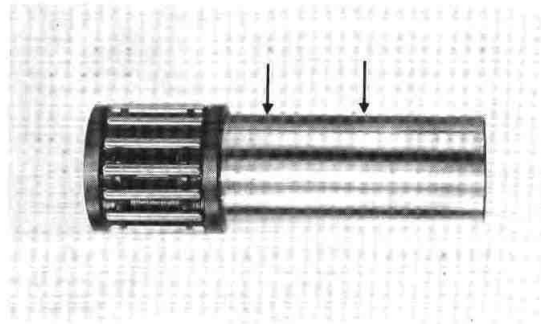

Fig. 3-4-5
1. Check the pin for signs of wear. If any wear is evident, replace pin and bearing. (Fig. 3-4-5)
2. Check the pin and bearing for signs of heat discoloration. If excessive (heavily blued), replace both. (Fig. 3-4-5)
1. Vérifiez si l'axe présente des signes d'usure. Si quelque usure est évidente, remplacez l'axe et le roulement. (Fig. 3-4-5)
2. Vérifiez si l'axe et le roulement présentent des signes de décoloration par la chaleur. S'ils sont excessifs (bleu très foncé), remplacez les deux. (Fig. 3-4-5)